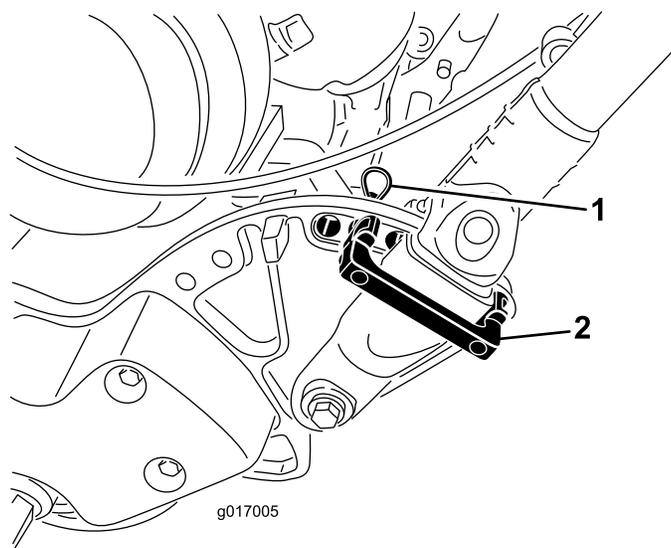

Figure 8
1. Soutenez le guidon et retirez les serre-câbles qui attachent les manchons de serrage du guidon aux plaques latérales (**Figure 8**).
2. Faites pivoter le guidon à la position d'utilisation voulue, placez une retenue sur le manchon de serrage du guidon et dans les trous correspondants de la plaque latérale (**Figure 8**).
3. Fixez la retenue avec une goupille fendue (**Figure 8**).